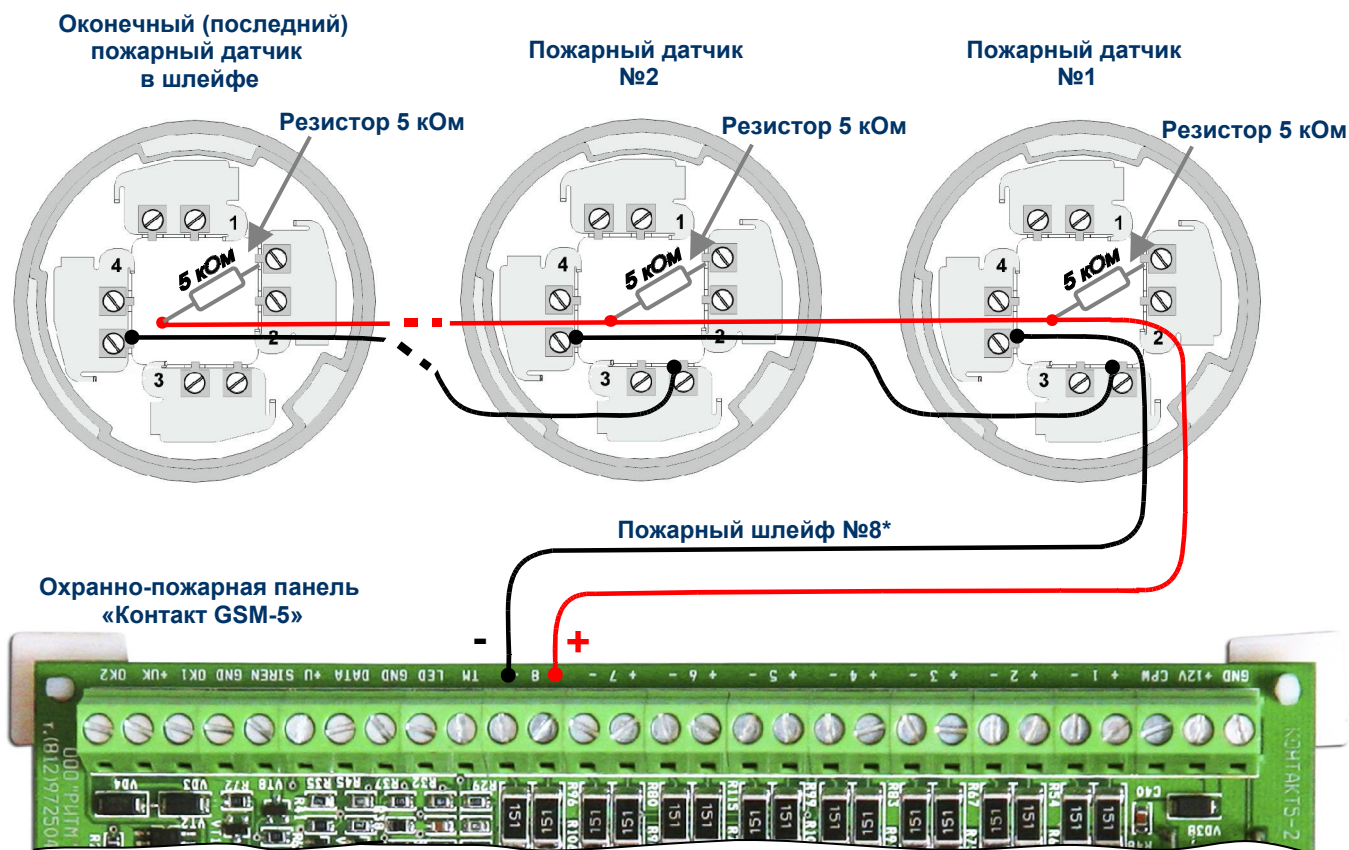

Рис.11.1. Схема подключения трех пожарных датчиков в шлейф №8 «Контакта GSM-5»
Схема подключения пожарных датчиков приведена на рис.11.1. Количество пожарных датчиков в шлейфе зависит от типа датчиков и особенностей объекта, на котором устанавливается система сигнализации.
** Как подключать пожарные датчики в шлейфе показано на рис.11.1.
*** Как подключать пожарные датчики в шлейфе показано на рис.11.1.*